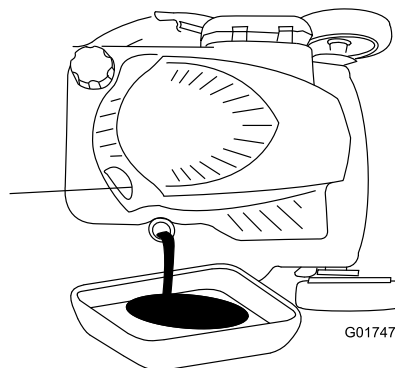

Figura 32
3. Coloque la máquina de lado con la varilla de aceite hacia abajo para drenar el aceite usado a través del tubo de llenado de aceite (Figura 32).